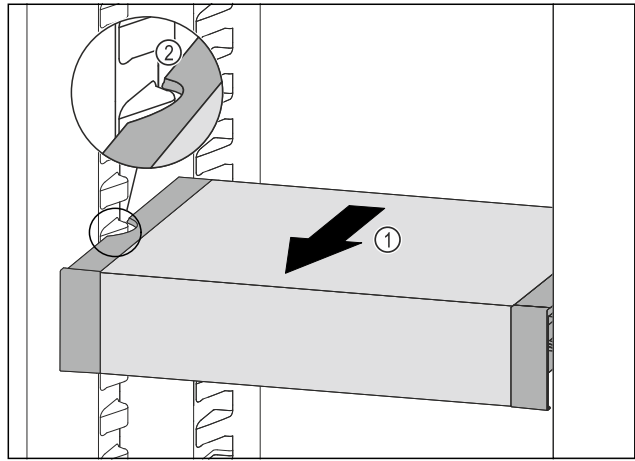

Fig. 46
- ▶ Tirare VarioSafe in avanti Fig. 46 (1) fino a quando le cavità laterali di VarioSafe non si trovano al livello della nervatura del contenitore nel vano frigorifero. Fig. 46 (2)